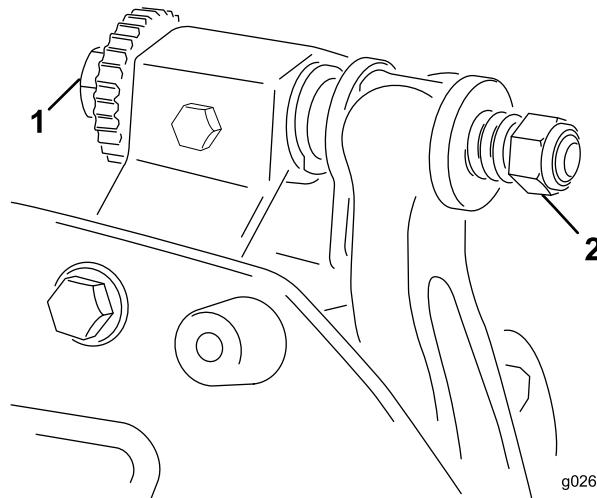

図 10
- A. ベッドバー調節ねじ 図 10を1クリックずつ均等に締めながら、ごく軽い接触が得られるようにする。
- シムを左右に滑らせながら右側のベッドバー調整ボルト図 10を回して、シムに軽い圧迫シムが挟まれる感じを感じる程度に調整する。シムを抜き取る。